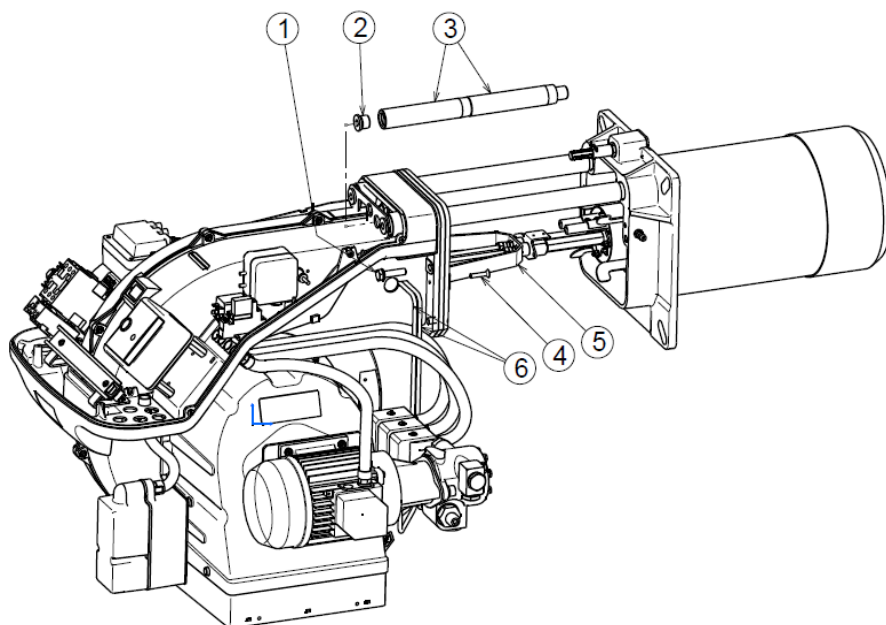

Fig. 7 Brännarhuvud
(Se Fig. 7)
- Dra tillbaka brännaren på glidskenorna (se på Fig. 7).